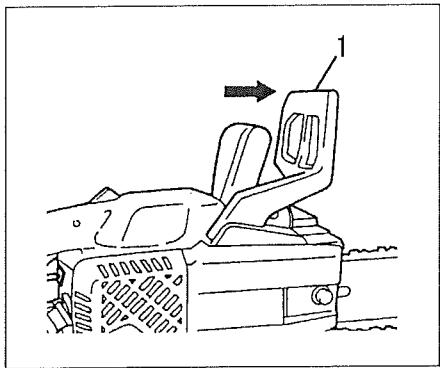

Fig.2-5
**(En) Chain brake operation (Optional) (Fig. 2-5)**
**(It) Funzionamento del freno catena (Opzionale) (Fig. 2-5)**
**(Sp) Operación del freno de la cadena (Opcional) (Fig. 2-5)**
**(Fr) Fonctionnement du frein de chaîne (En option) (Fig. 2-5)**
**(Ge) Gebrauch der Kettenbremse (Extrazubehör) (Fig. 2-5)**
**(Sw) Användning av kedjebromsen (Fig. 2-5)**